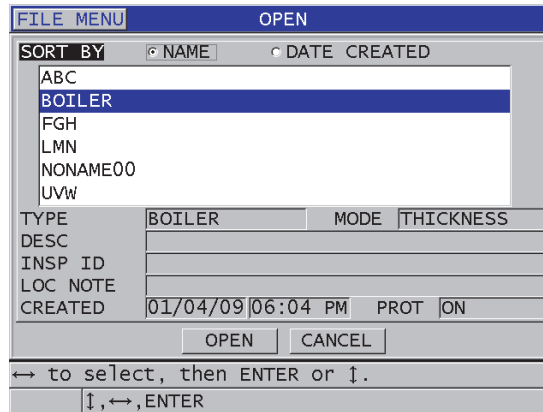

Figura 11-16 Pantalla ABRIR (OPEN)
3. En la pantalla **ABRIR (OPEN)** [ver la Figura 11-16 en la página 218]: